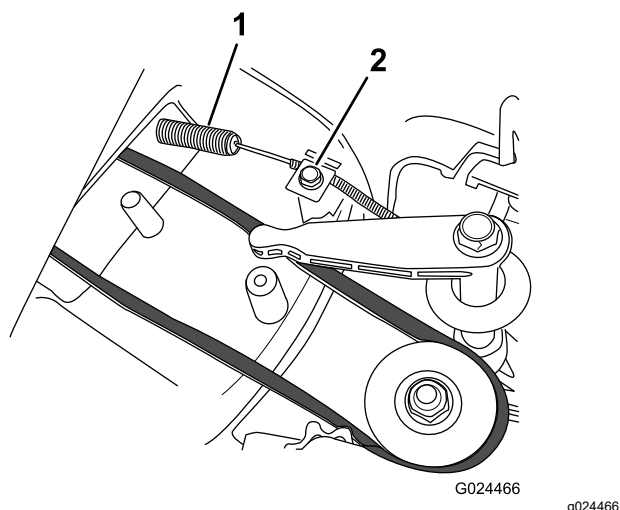

Figure 33
2. Montez le câble de frein de lame neuf, mais ne serrez pas le collier au sommet du carter de la tondeuse (Figure 33).